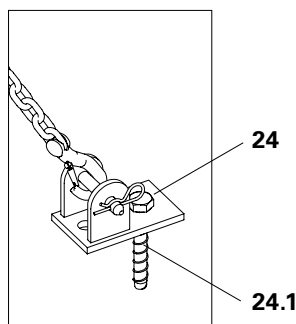

Fig. A7.03b
3. Fixar a corrente de ancoragem à placa base com cavilhas e grupilhas. (Fig. A7.03b)